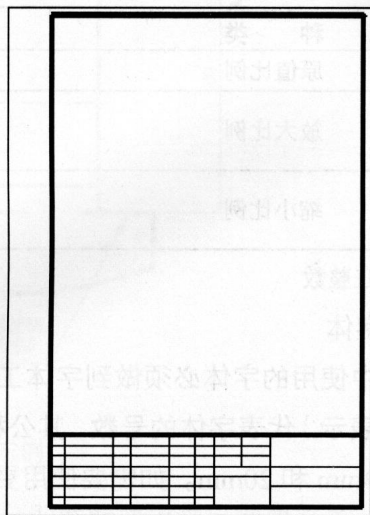

图 1-4 A4 图幅样板图
(3) 启用块插入工具将标题栏插入到图纸内框的右下角, 完成如图 1-4 所示的空白图纸。
(4) 选择【文件】|【另存为】菜单命令, 系统弹出【另存为】对话框, 在【文件类型】列表框中选择“AutoCAD 图形样板(*.dwt)”选项。在【文件名】文本框中输入 GBA4-Y, 并选择将文件保存到“AutoCAD 2010\R18.0\chs\Template”文件夹中, 单击【保存】按钮即完成了 A4 图纸幅面的设定。重复上述步骤可以将国标中所有的图纸幅面保存为模板文件, 供今后创建新的图纸调用。